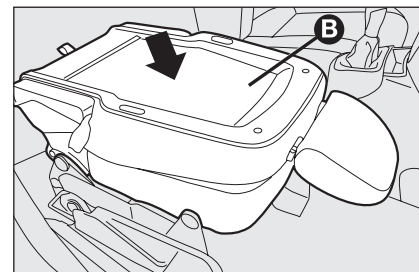

fig. 22
- agir ensuite sur le dossier **B-fig. 22** en le poussant vers le bas: le siège est alors complètement replié sur lui même dans la position "table";